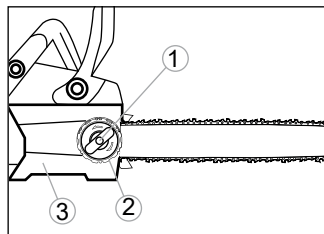

Рис. 4
2. Открутите полностью рукоятку фиксации шины 1 (рис. 4) против часовой стрелки.
3. Снимите боковую крышку 3 (рис. 4).
6. Установите боковую крышку 3 (рис. 4), накрутите рукоятку фиксации шины 1 (рис. 4), не затягивая ее, затем с помощью устройства для натяжения цепи 2 (рис. 4) натяните цепь, после зафиксируйте до упора рукоятку фиксации шины 1 (рис. 4).
1. Поверните фиксирующую рукоятку 1 (рис. 4) против часовой стрелки, ослабляя соединение.
2. Для натяжения цепи поверните кольцо натяжения 2 (рис. 4) по часовой стрелке. Чтобы уменьшить натяжение цепи, поверните кольцо 2 (рис. 4) против часовой стрелки.
3. После регулировки цепи закрутите фиксирующую рукоятку 1 (рис. 4) по часовой стрелке. Убедитесь в надежности соединения.